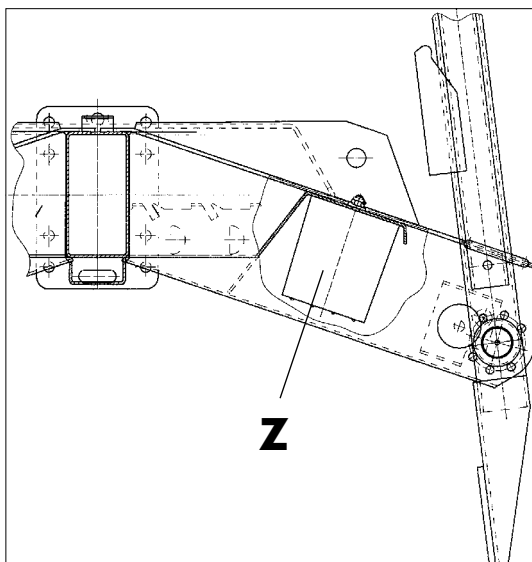

Figure 6-2
Pour décharger les châssis des toupies sur des surfaces à voies profondes et failles, on peut monter une décharge du bras de levage. Chaque bras de levage avec la toupie et le châssis est déchargé par un tampon en caoutchouc (Z). Veiller à ce que le support de l'outil porté soit soulevé au maximum afin d'augmenter l'effet de décharge (figure 6-2).